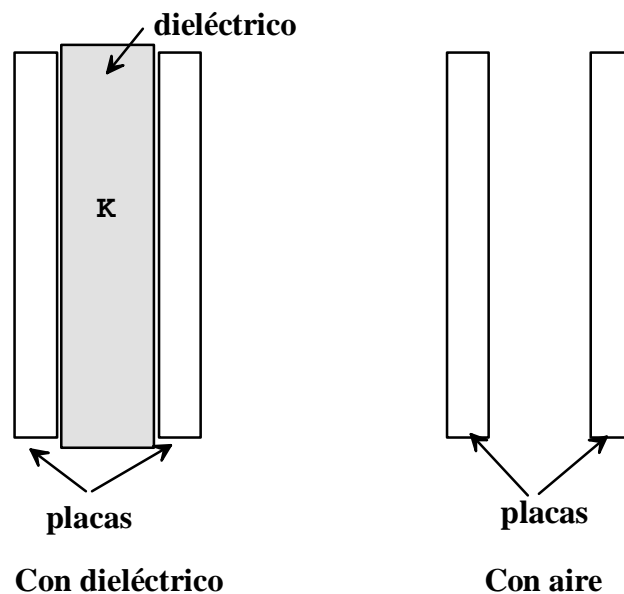

Figura 1b
3.- Coloque un material dieléctrico entre las placas del capacitor, procurando que no quede aire entre el dieléctrico y las placas del capacitor, como se indica en figura 1b.